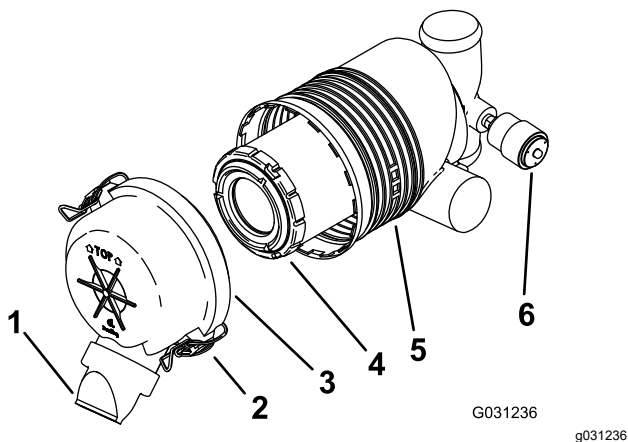

Figura 41
Importante: Substitua o filtro de ar apenas quando o indicador de manutenção ficar vermelho (Figura 41). Mudar o filtro de ar antes de ser necessário apenas aumenta a possibilidade de entrar sujeidade no motor quando se retira o filtro.
5. Liberte os trincos do filtro de ar e puxe a tampa para fora do corpo do filtro (Figura 41).
- Se o indicador de serviço estiver transparente, instale a cobertura do filtro de ar com a tampa de poeira orientada para baixo e fixe os trincos (Figura 41).
1. Deslize suavemente o filtro para fora do corpo do filtro (Figura 41).
3. Instale cuidadosamente o filtro (Figura 41).
4. Instale a tampa do filtro de ar com o tampão antipoeira virado para baixo e prenda os trincos (Figura 41).